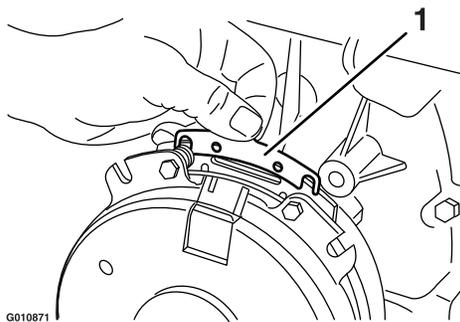

Figura 66
- B. Usando un alicate de punta fina, o a mano, sujete la pestaña y retire el suplemento (Figura 66).
Retire cualquier acumulación de hierba, suciedad u otros residuos de la rejilla del motor. Esto ayuda a asegurar una refrigeración adecuada y una velocidad de motor correcta, y reduce la posibilidad de sobrecalentamiento y daños mecánicos al motor (Figura 66).